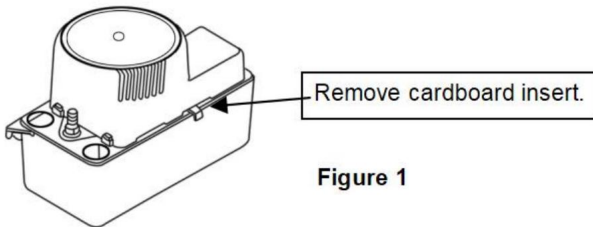

Figure 1
2. Packen Sie die Pumpe vorsichtig aus. Entfernen Sie die Kartonverpackung aus den Luftschlitzen der Motorabdeckung. Schieben Sie die Verpackung vorsichtig *von* der Pumpe weg. Diese Verpackung verhindert die Bewegung des Schalters während des Transports (Abbildung 1).